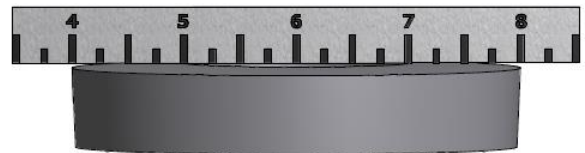

图 4 - 测量平整度
- 将一个直尺放在装配的垫片表面上，检查以确保垫片表面是平整的。如果表面是不平整的，不适合使用夹持器 (见图 4)。